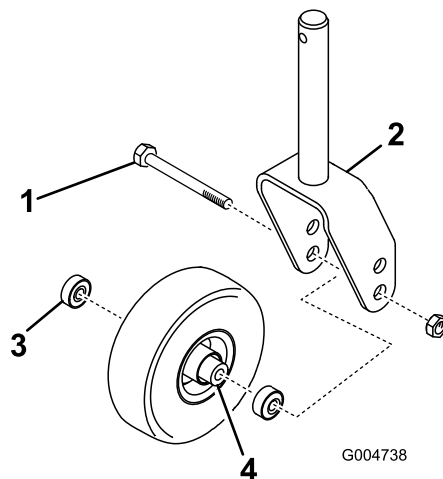

図 97
- Rキャスタホイールアセンブリをキャスタフォーク((図 97)またはキャスタピボットアームに保持しているボルトからロックナットを外す。キャスタホイールをつかんでおいて、ボルトをフォークまたはピボットアームから抜き取る。
2. ホイールのハブからベアリングを外して、ベアリングスペーサを床に落とす (図 97)。ホイールハブの反対側にあるベアリングを取る。